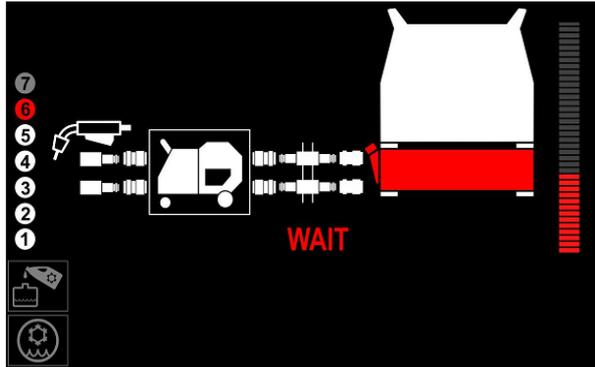

Figura 19
- Attendere finché il liquido refrigerante non percorre l'intero circuito all'interno dell'impianto di raffreddamento (Figura 19 o 27).